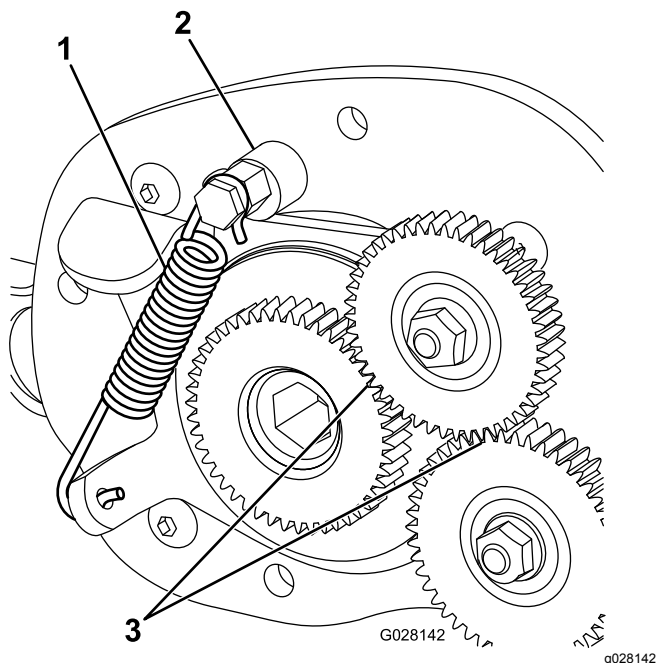

図 12
- 15. アイドラテンションスプリングを取り付ける 図 12。
16. アイドラギアを噛ませた状態で、すきまゲージを使用して、駆動ギアと固定アイドルギアとの間に $0.380.45\text{mm}$ の隙間があるかどうかを調べる 図 12。